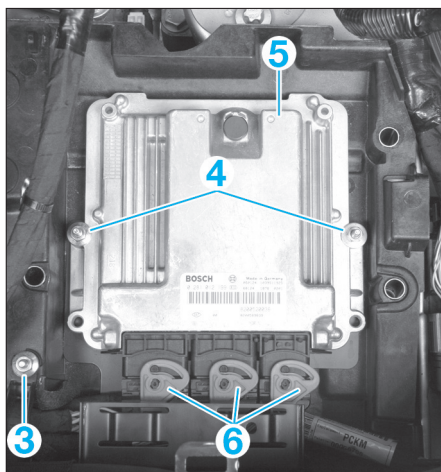

FIG. 40
- À l'aide d'un gros tournevis, déposer les trois vis du bac à batterie (2), puis ce dernier.
- Déposer l'écrou (3) fixant le faisceau électrique et les deux écrous (4) du calculateur (5) (fig. 40).